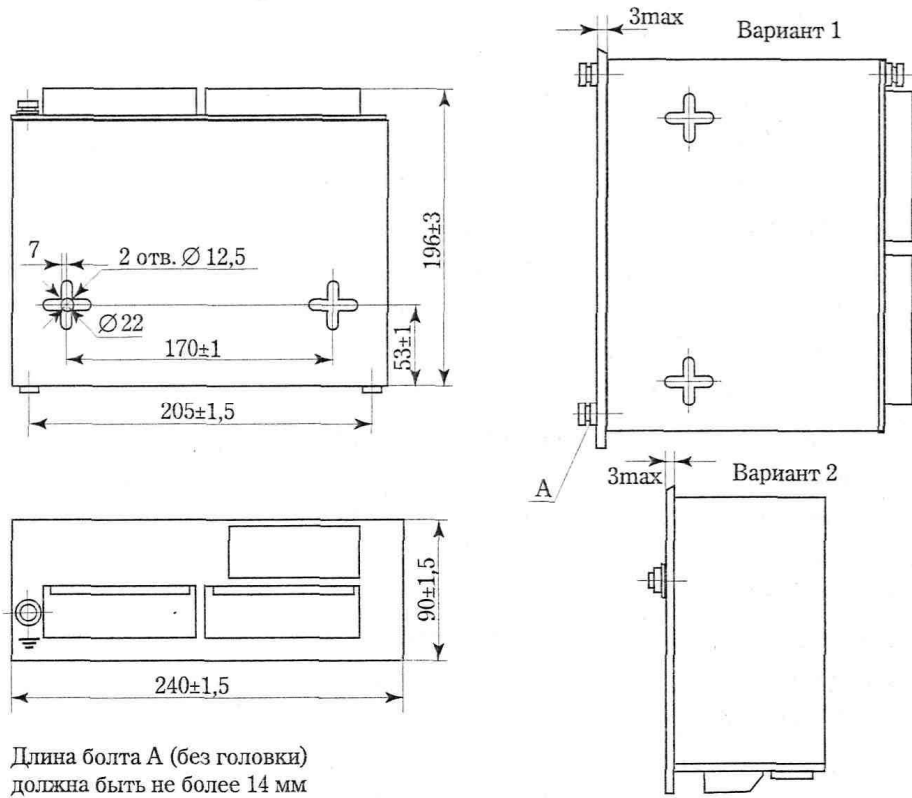

Рис. 3. Габаритные и установочные размеры ПБР-3 и ПБР-3А
3.12. Габаритные и установочные размеры пускателя приведены на рис.3.
Крепление пускателя осуществляется двумя болтами М6, которые установлены на задней стенке кожуха. Варианты установки показаны на рис.3.